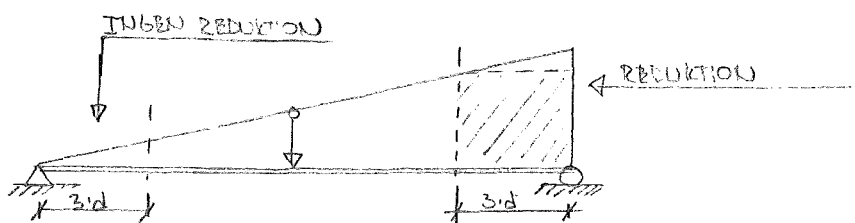

fig 1.
-Reducering av triangellast förenklas, där så är möjligt, till reduktion av jämnt utbredd last med intensiteten vid  $3x/d$ . Annars utförs ingen reduktion. Se fig 1.